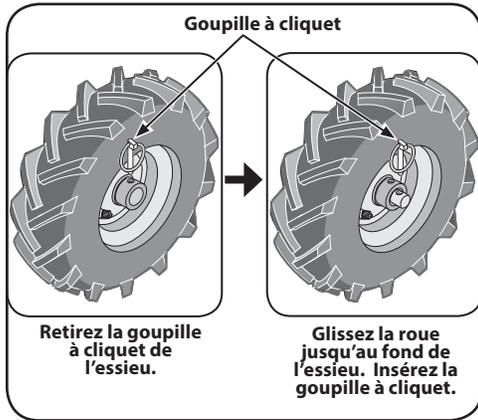

Figure 3-4
1. Placez un bloc de bois sous la transmission pour soulever une roue à 1" du sol. Retirez la goupille à cliquet de l'essieu et du moyeu de la roue. Voir Figure 3-4.
2. Placez la roue sur l'essieu et poussez-la jusqu'au fond. Insérez la goupille à cliquet dans l'essieu (mais pas dans le moyeu de la roue). Voir Figure 3-4. La roue doit tourner librement sur l'essieu. Répétez l'opération pour l'autre roue.